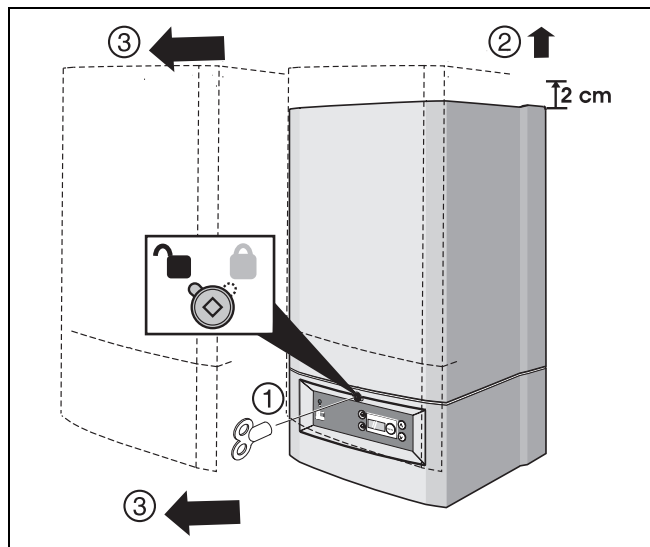

Fig. 42 Se îndepărtează carcasa
- Se îndepărtează carcasa cazanului (Fig. 42).